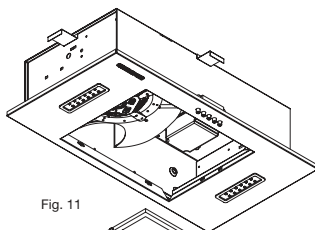

Fig. 11
- Tome la campana y retire el filtro de aluminio doble seguro para acceder al interior de la campana. Ver fig.11